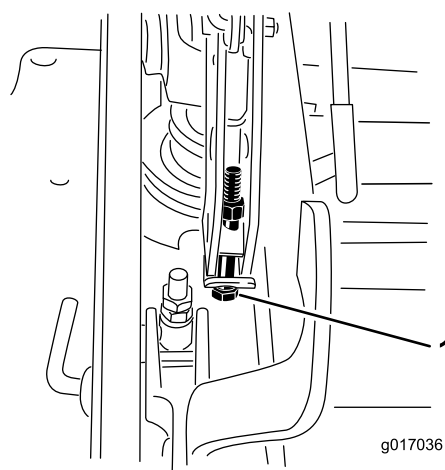

Figure 92
- Si le tablier est trop bas, serrez le boulon de réglage monopoint dans le sens horaire. Si le tablier est trop haut, desserrez le boulon de réglage monopoint dans le sens antihoraire (Figure 92).